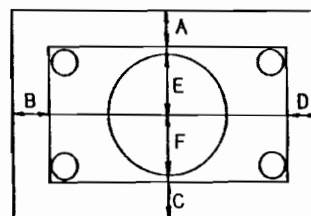

Figure 1
3. Mit den Magnetringen am Bildröhrenhals die Bildlage und Mitteneinstellung vornehmen. (siehe Abb. 1; B, D = 12 mm ± 3 mm)
3. Adjust the centering magnet so that the Border Size become as shown below ... (Refer to Fig. 1)
(Refer to Fig. 1)